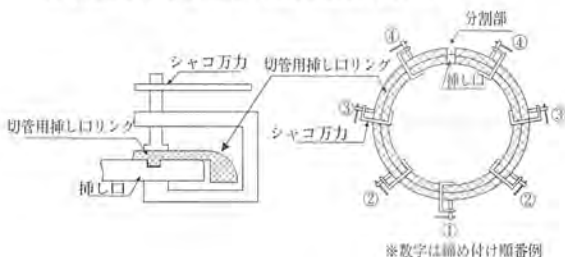

図59 切管用挿し口リングの締め付け
②シャコ万力を用いて、図59のように切管用挿し口リングの分割部の反対側から順次締め付ける。